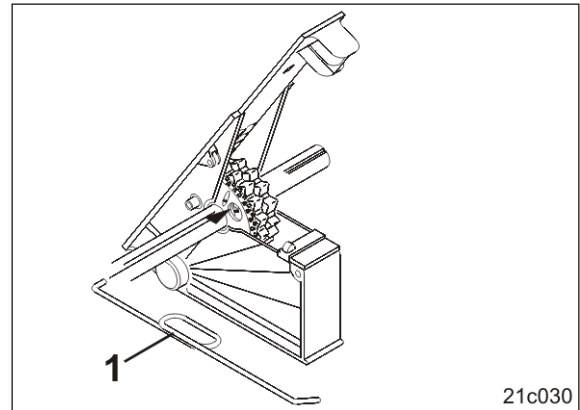

Bild 140
1. Tryck in stiftet bakom hålet med den medföljande nyckeln (Bild 140/1) till anslaget i normalsåhjulet.